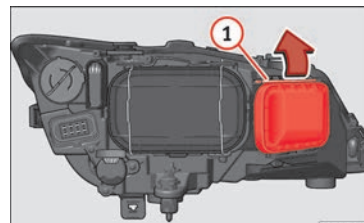

Fig. 208 Lámpara de luz intermitente.
- Desplace el tirante » fig. 208 ① en el sentido de la flecha y saque la tapa.